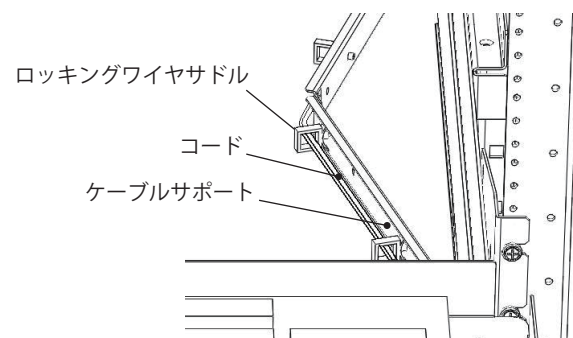

図10
2. ケーブルサポートに付いているロックワイヤサドルにコードを通してください。(図10)